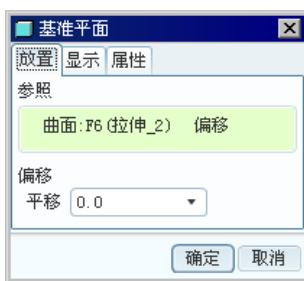

图 5.19.7 “基准平面”对话框（三）
Step2. 选取某一参照平面，然后输入偏距的距离值 20.0，如图 5.19.7 和图 5.19.8 所示。